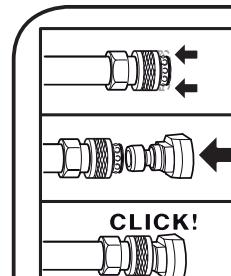
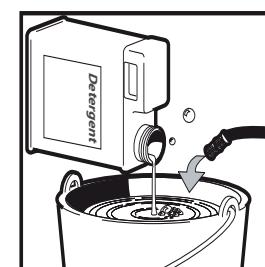

fig. 2A
fig. 2B
För in KEMIKALIE-munstycket i strålröret (Fig. 2A). Försätt sugslangen med filtret i rengöringsmedlets behållare (Fig. 2B). När maskinen startas kommer inblandning av rengöringsmedel att ske automatiskt när vatten strömmar förbi.
2. Anslut högtrycksslagen till sprutpi-stolen. Montera önskad strålrör på för-längningen. Tryck in mot fjädertrycket och vrid till låst läge (Fig. 6). Montera mustycket (Fig. 2a).